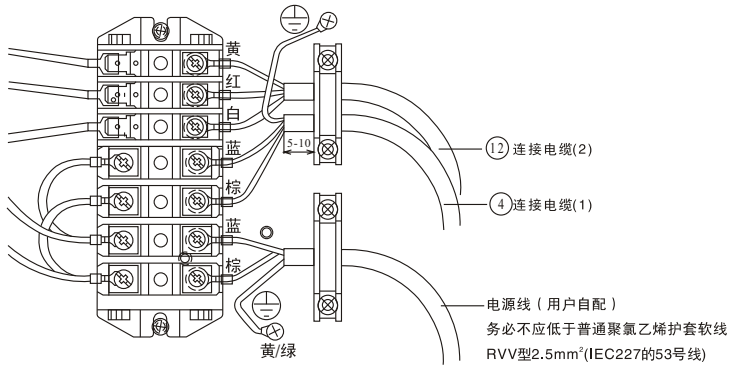
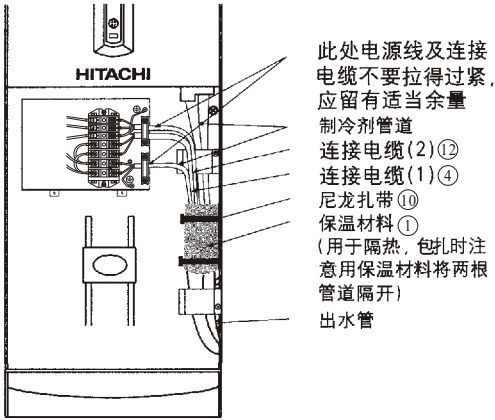

图 17
图 18
(2) 按图17、图18所示进行接线。
- (3) 必须将黄 / 绿芯线接至带有“⊕”标志的端子上。
- (4) 将电源线、连接电缆用电线压板压紧，以防止接线端子受力后脱落。
- (5) 将制冷剂管道用附件 ⑩ 尼龙扎带按图18要求扎起来。
- (6) 将电源线、连接电缆(1)、(2)从制冷剂管道外连接管通过的管道孔穿过，且如果从后板穿过，管道孔必须装上管道孔护孔环，以防电源线、连接电缆破损发生漏电危险。
- (7) 室内电源必须安装空气开关。